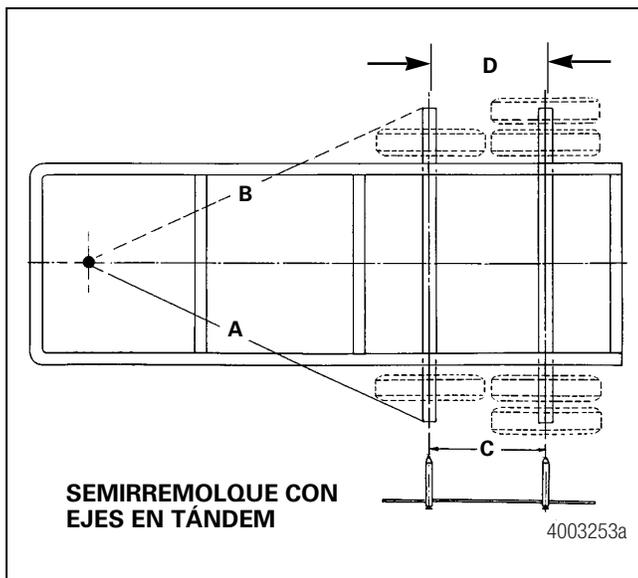

Figura 8.9
2. Mida "C" y "D", la distancia entre los ejes de la parte delantera y la parte trasera por el lado de la carretera y del bordillo del semirremolque. La diferencia entre estas dimensiones no debe ser superior a  $\pm 0.03125$  pulgada ( $\pm 0.79$  mm). De ser necesario, ajuste el eje trasero hasta que la diferencia cumpla con las especificaciones. Figura 8.9.